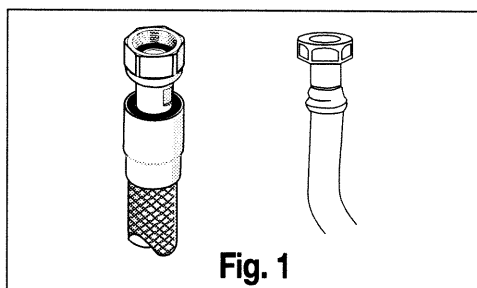

Fig. 1
- tramite tubo flessibile con ghiera meccaniche filettate (fig. 1).